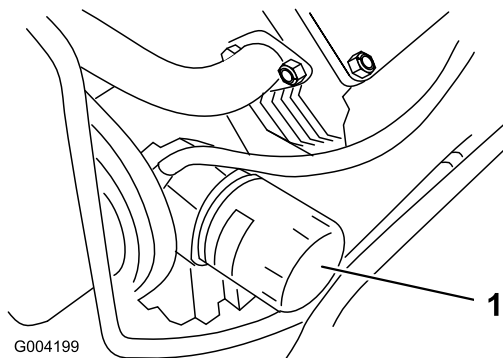

Figure 37
3. Enlevez le filtre à huile usagé (Figure 37) et essuyez la surface du joint de l'adaptateur.